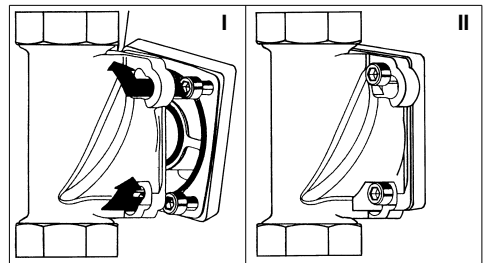

Abb. 4: Einbaudrehflansch mit Bajonett
- Die vier Flanschschrauben M6x25 in die Bajonettbohrung am Einbaudrehflansch stecken (siehe Abb. 4 I).
- Den Rückspülfilter im Uhrzeigersinn bis zum Anschlag drehen (siehe Abb. 4 II).